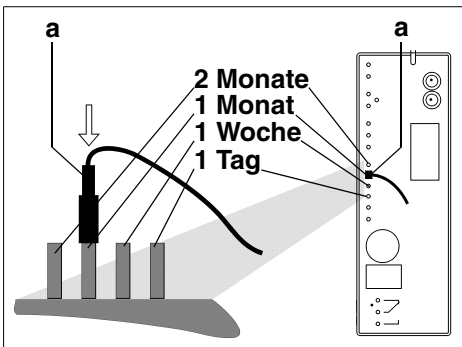

Abb. 7: Zeitsteuerung
- Auf der Steuerelektronik der Automatik das gewünschte Zeitintervall für den zeitgesteuerten, automatischen Rückspülvorgang wählen. Durch Umstecken des Kabelschuhs (a) das gewünschte Zeitintervall wählen (siehe Abb. 7). Die wählbaren Zeitintervalle sind seitlich auf der Steuerungselektronik beschriftet. Werkseitig ist ein Reinigungsintervall von 1 Monat eingestellt.